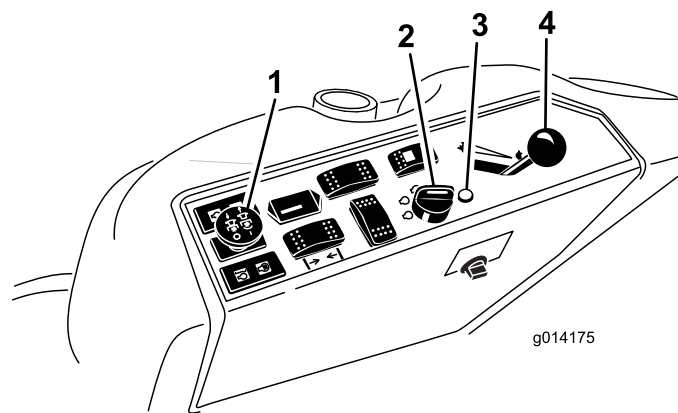

Figura 15
- Mueva el interruptor de la toma de fuerza (TDF) a la posición de DESENGRANADO (Figura 15).
- Ponga la palanca del acelerador en un punto intermedio entre las posiciones de RÁPIDO y LENTO (Figura 15).